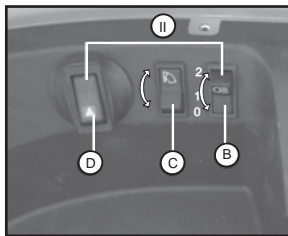

Fig. 11
- #### II) Interruptor de luz - Posiciones de conmutadores (Consulte la Fig. 11)